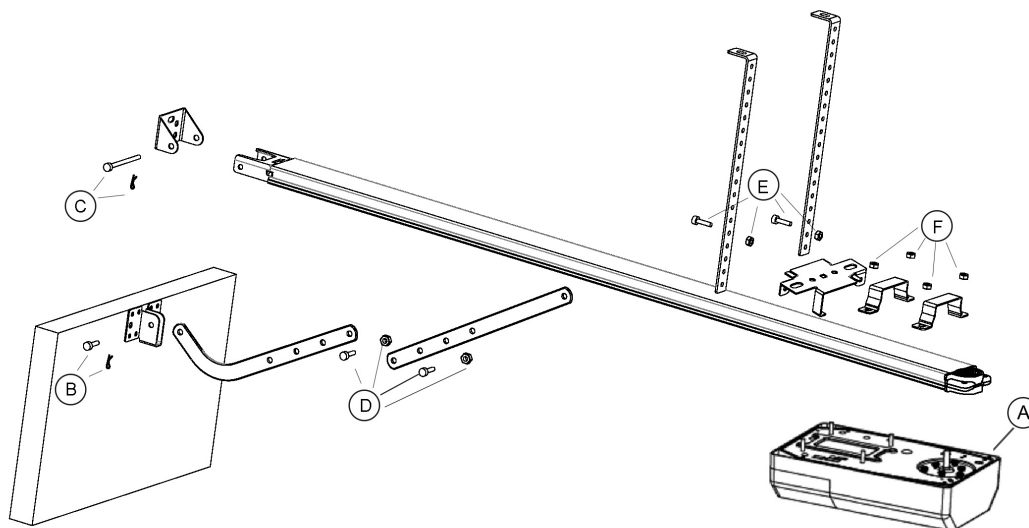

Bild 10
Schritt 1 (Bild 10)
Schritt 2 (Bild 10)